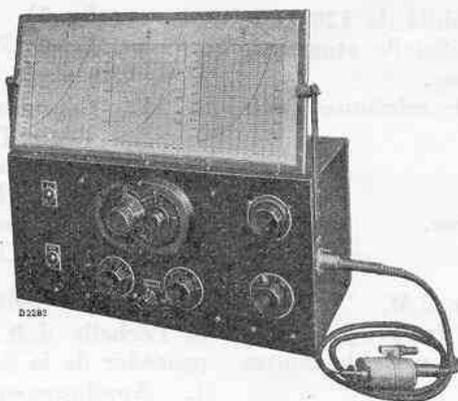

Fig. 1
1. Oscillateur de service G.M. 2880 F (fig. 1).